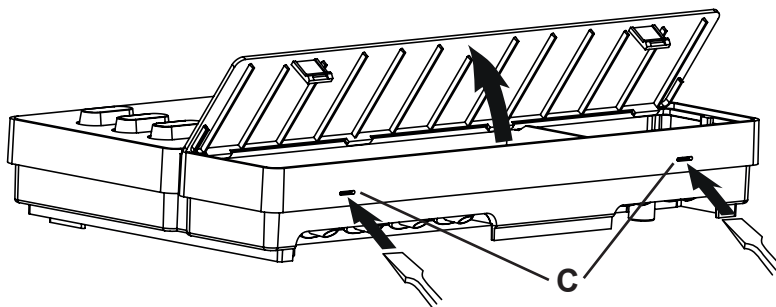

Fig. 2 Rimozione del coperchio dell'alloggiamento
2. Utilizzando un cacciavite, premere leggermente le chiusure a scatto **C** e rimuovere il coperchio dell'alloggiamento (vedi Fig. 2).